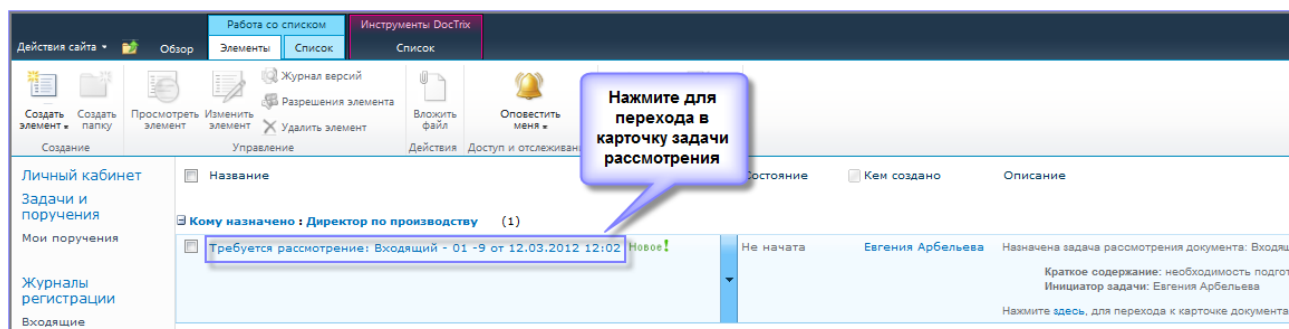

Рисунок 5. Переход в карточку задачи рассмотрения
1. Переходит в карточку задачи рассмотрения (Рисунок 5);